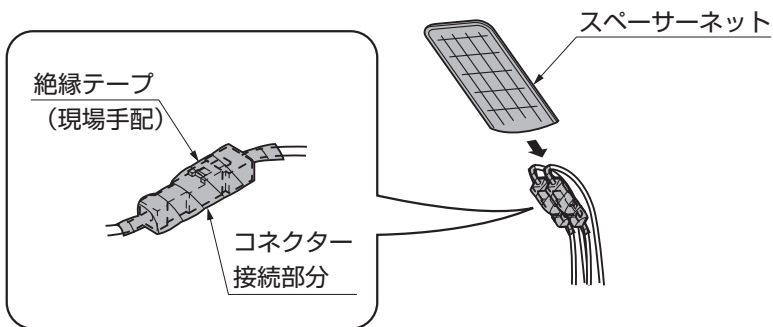

図4-2 2分岐の場合
- ①ケーブルの表面をサンドペーパーで削りコネクタ接続部分に絶縁テープ (現場手配) を2回以上巻いてください。(図4-2参照)
- ②全てのコネクタ接続部分をスペーサーネットに入れてください。(図4-2参照)